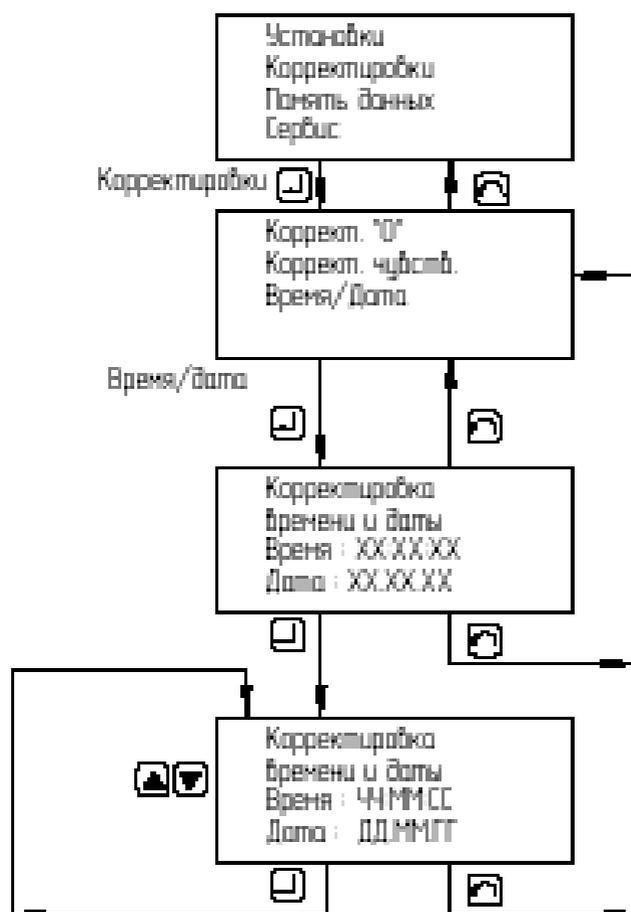

Рисунок 2.11 – Корректировка времени и даты
2.4.5.1 Выбрать пункт меню «КОРРЕКТИРОВКИ→ВРЕМЯ/ДАТА» (рисунок 2.11). На ЖК-индикаторе появится сообщение